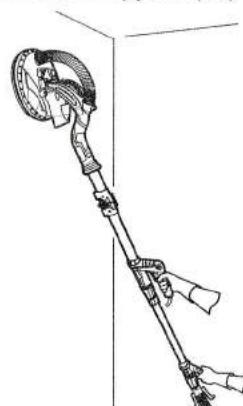

Рис. 14, с телескопической трубкой
> Держите изделие одной рукой за основную ручку (5), а другой рукой - за заднюю ручку (11a), если установлена телескопическая трубка (11) (Рис.14).